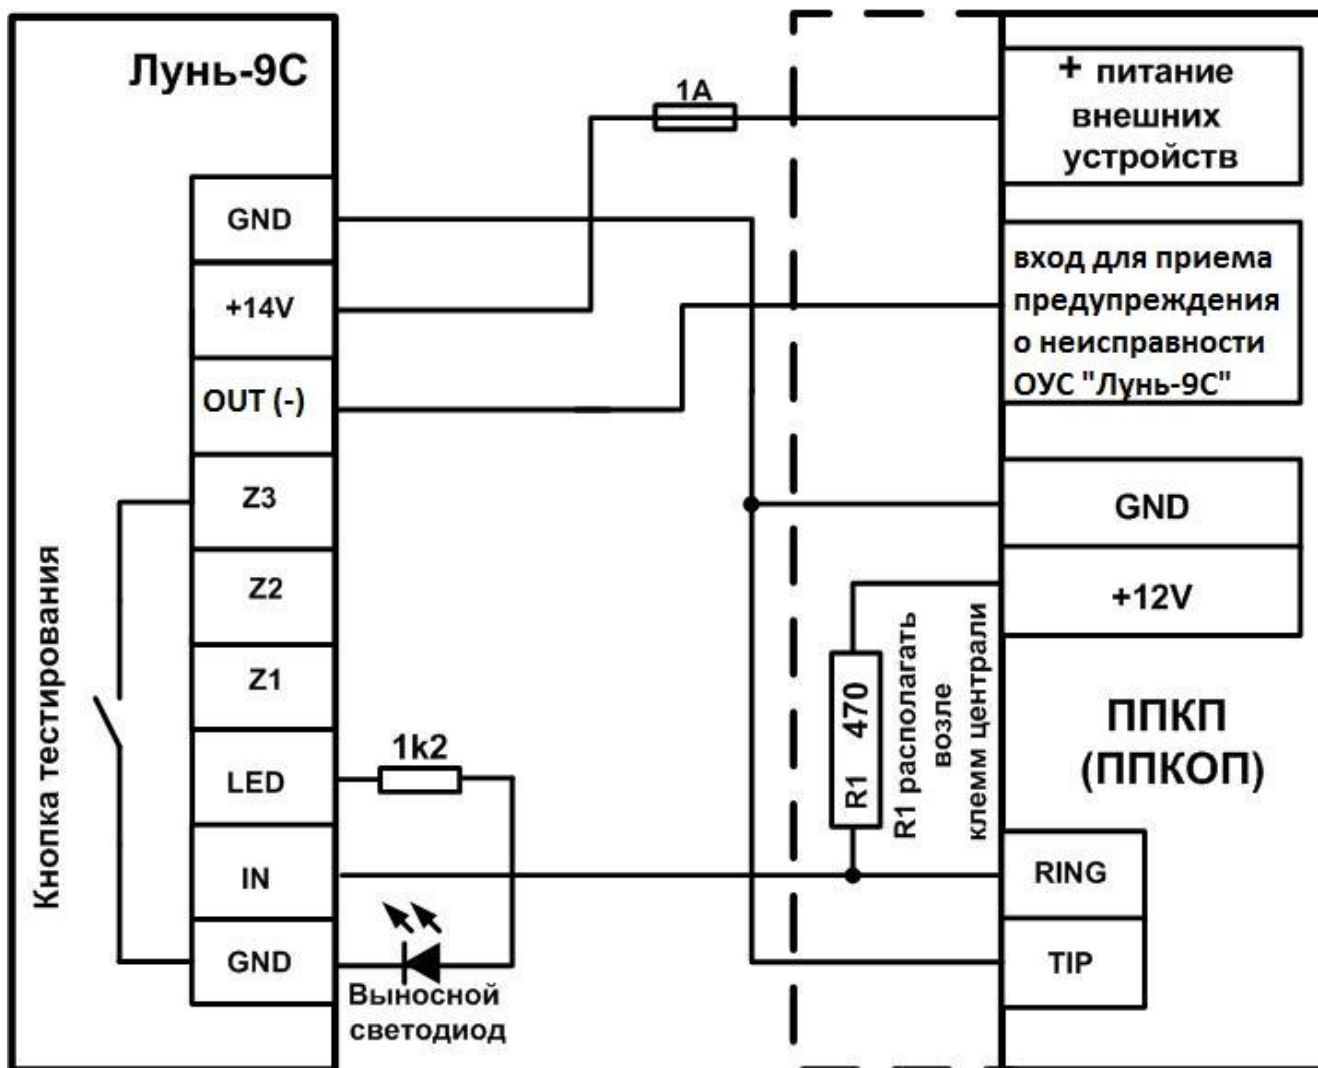

Рисунок 4 – Схема подключения изделия к ППКП (ППКОП). Вариант 2
2. Изделие получает от ППКП (ППКОП) кодированные сообщения, которые транслируются через GSM сеть на ПЦН (см. Рисунок 4).